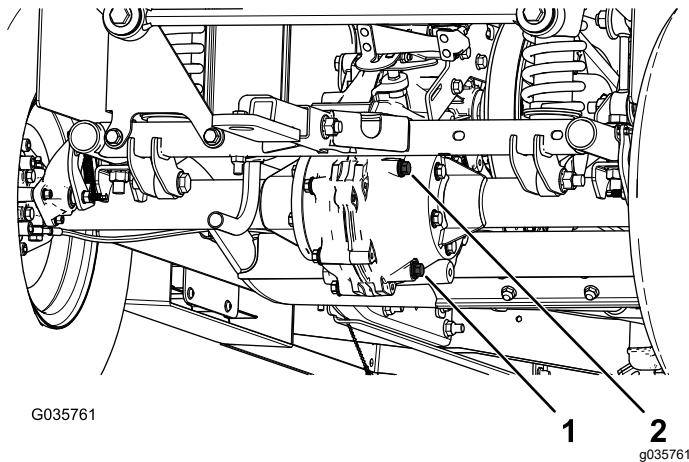

Figura 59
4. Retire el tapón de llenado del transeje (Figura 59).
5. Si el nivel de fluido es bajo, retire el tapón de llenado y añada fluido del tipo especificado hasta que salga del orificio (Figura 59).
1. Coloque un recipiente debajo del tapón de vaciado (Figura 59).
2. Retire el tapón de llenado y la junta (Figura 59).
3. Retire el tapón de vaciado y la junta, y deje que el fluido se drene completamente (Figura 59).